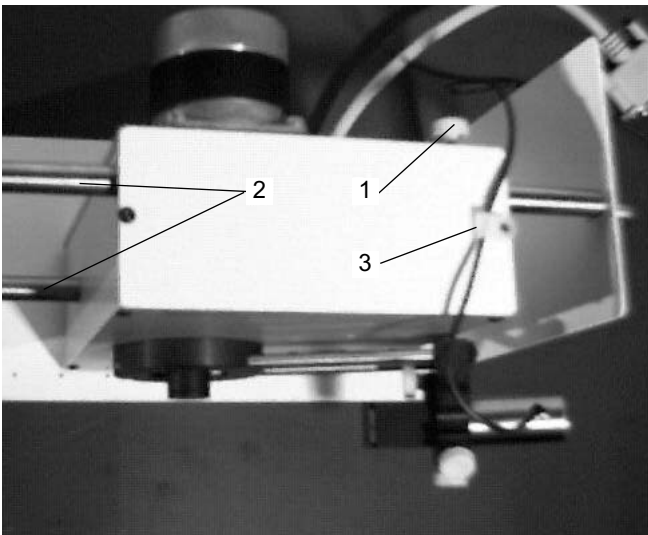

Abb. 7.1: Goniometerblock
Mit einer Rändelschraube (1) an der Rückwand des Goniometerblocks (Abb. 7.1) kann dieser auf seinen Führungsschienen (2) arretiert werden. Das Zählrohrkabel sollte zur besseren Führung in die Lasche (3) auf der Kopfseite des Blocks geklemmt werden.